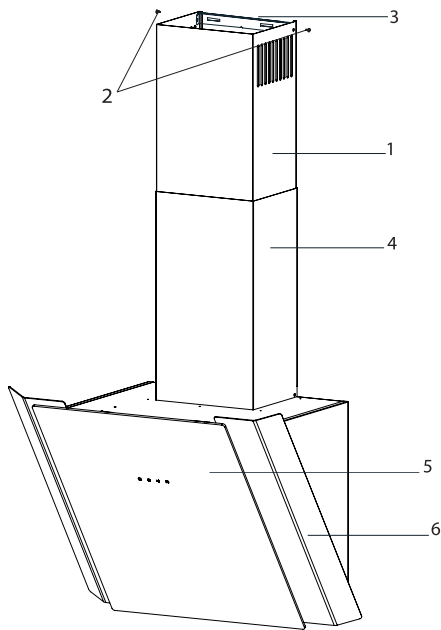

Abb. 10: MONTAGE DER ABLUFTKANAL-PLATTE
direkt an der Wand befestigt, und zwar unter der Abdeckung oder an den Punkten C, D die während des Messens markiert wurden (Abb. 10).
- Bohren Sie die Punkte C, D mit einem Ø6mm-Bohrer und stecken Sie die Ø6mm Kunststoffdübel ein. Befestigen Sie die Verbindungsplatte des Abluftkanals mit 3,9 x 22 Schrauben an der Montagestelle (Abb. 10).
- Befestigen Sie den inneren Abluftkanal (1) an der Verbindungsplatte (3) links und rechts mit Schrauben (2), indem Sie diesen nach oben ziehen (Abb. 10).